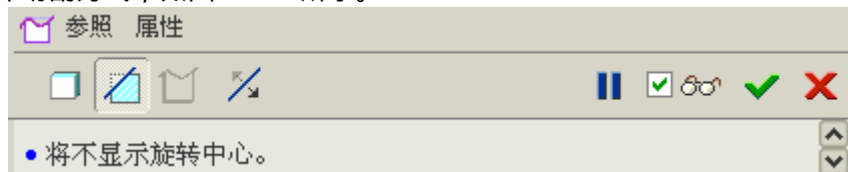

图 34-13
- (1) 选中步骤 6 完成的曲面，单击菜单【编辑】 【实体化】命令，打开实体化特征操控板。
- (2) 选择切割方式，如图 34-13 所示。